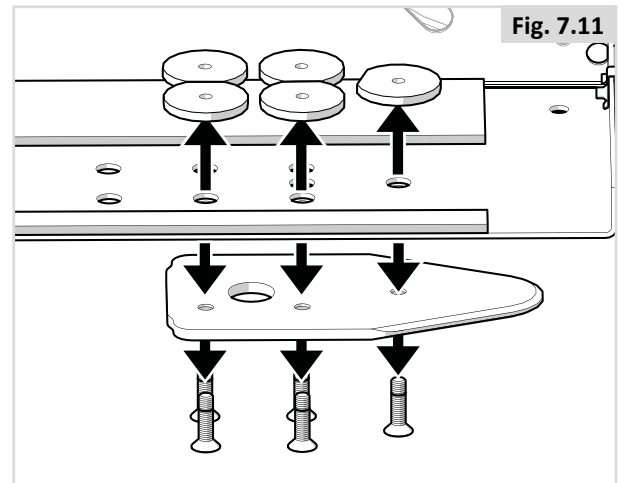

Fig. 7.11
6. Retirez les vis et la ou les entretoises (Fig. 7.11).